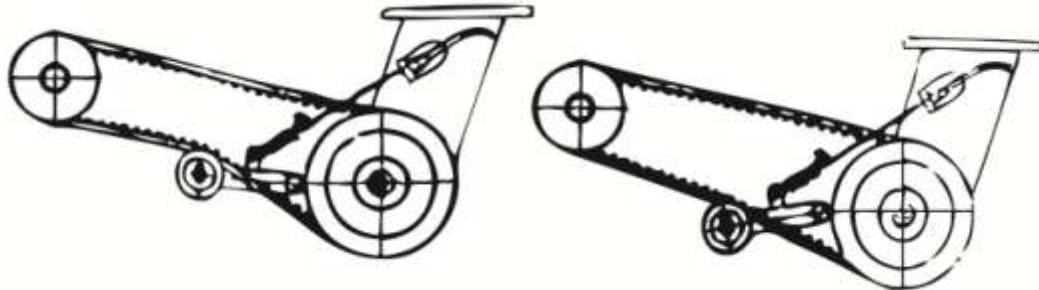

Рис. 2
- Сцепление культиватора относится к ременному типу. Используется ремень и натяжной ролика (См. Рис. 2).